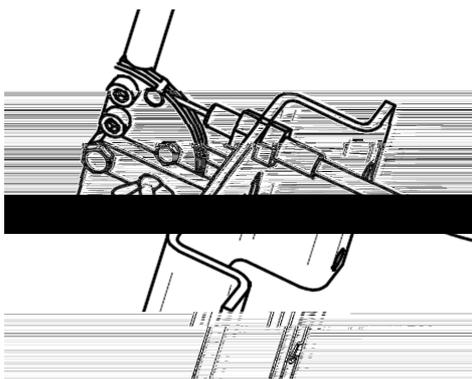

图 23 手动远程松闸装置安装
2. 将松闸线的圆头扣在半圆盘的固定孔内，并用将松闸线外壳的空心螺栓固定在底座上，见(P11 图 23)；